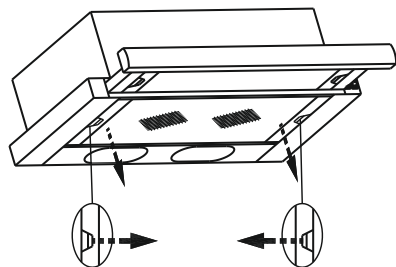

рис. 6
8.3 Для очистки алюминиевого фильтра извлеките его из воздухоочистителя (рис. 6) и произведите его очистку с помощью щетки водным раствором нейтрального моющего средства вручную или в посудомоечной машине (при 60°C). Сильно загрязненный фильтр не следует мыть в посудомоечной машине.
- снимите алюминиевый фильтр (рис. 6);
- снимите алюминиевый фильтр, для этого нажмите на пружинный замок на фильтре и потяните его вниз и на себя (рис. 6);